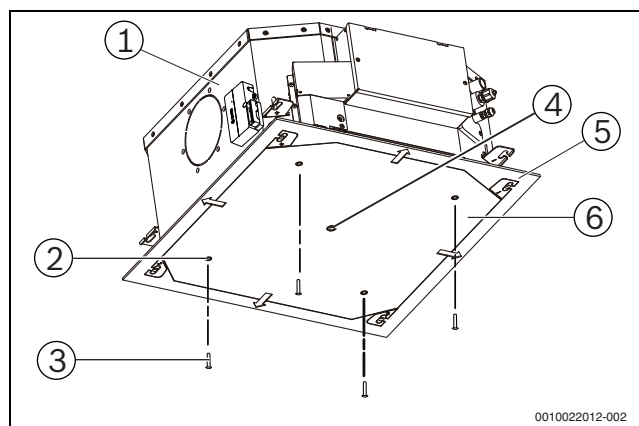

Fig. 12
2. Odată ce ați ridicat și montat unitatea, utilizați șuruburi M5x20 (incluse cu placa de instalare) pentru a fixa placa de instalare (accesoriu 2) la nivelul corpului unității. Asigurați-vă că verificați dimensiunea și pozițiile orificiului din tavan și al orificiului de acces pentru întreținere înainte de a face asta. Vezi Fig. 12.